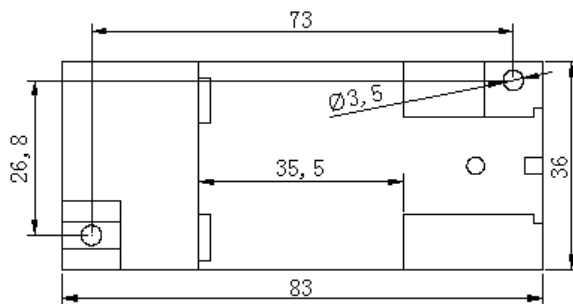

图 4、安装尺寸图
产品采用 DIN35 导轨式安装或螺钉固定安装,其安装尺寸如图 4 所示(单位 mm)。
- ① 把变送器固定卡槽一侧勾在安装导轨上;
- ② 向下牵动弹簧销;
- ③ 使变送器卡口套在安装导轨上;
- ④ 松开弹簧销, 变送器卡在安装导轨上。
- ① 按图 4 所示的螺孔位置在固定板上打直径为 4mm 孔;
- ② 使用小于 $\Phi 3.5$ 的螺钉插入孔中固定。